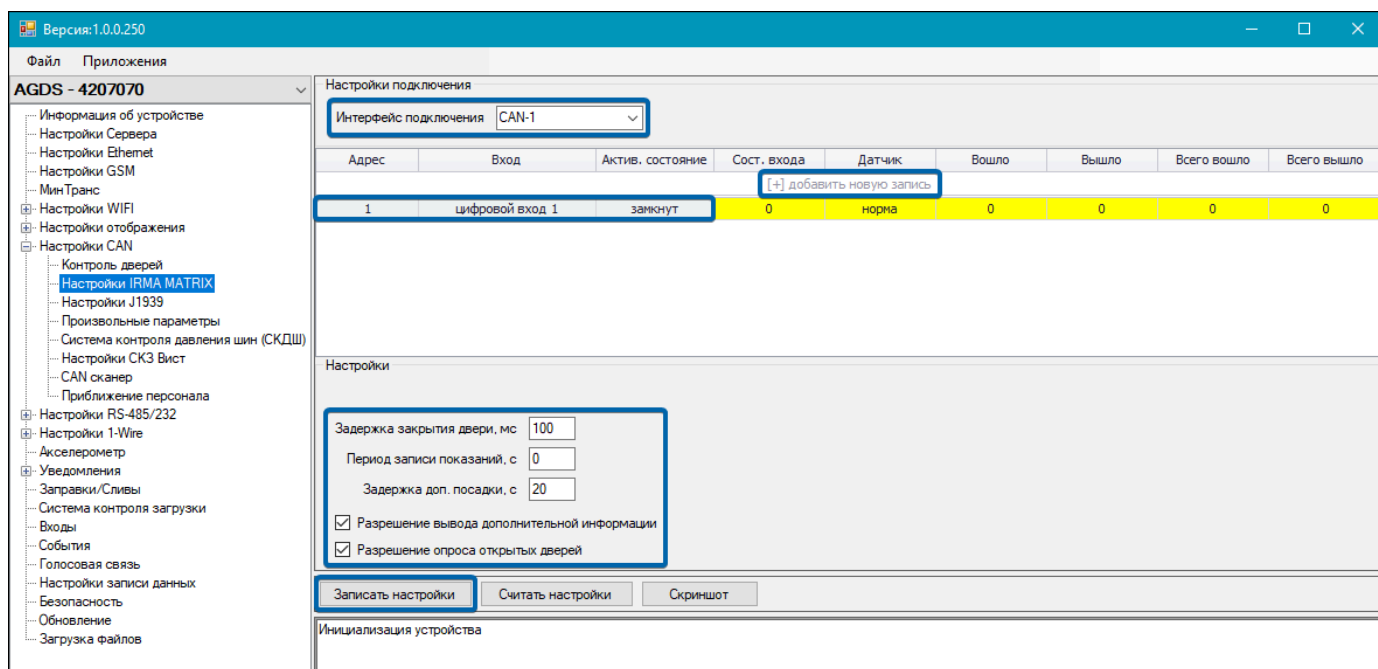

Рис.81. Рабочая область пункта «Настройки IRMA MATRIX»
5. Выберите пункты *Настройки CAN | Настройки IRMA MATRIX* (**Рис.81**).